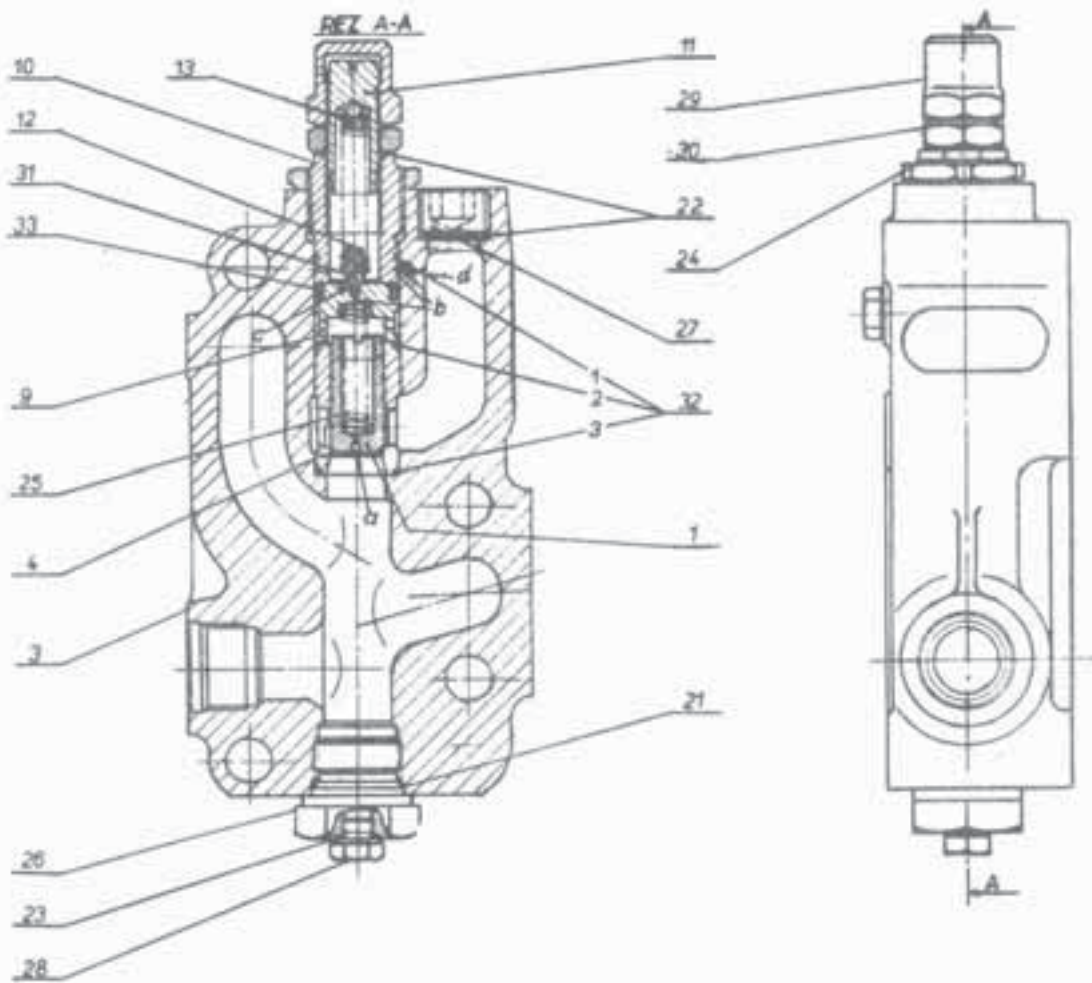

Рис. 3. Предохранительный клапан
Предохранительный клапан /рис.3/
Разборка предохранительного клапана /рис.3/
1. Отвернуть пробку с переднего патрубка клапанной секции распределителя 28 /рис.3/ и в резьбовое гнездо М 12х1,5 накрутить манометр со шкалой до 25 МПа /250 атм/.